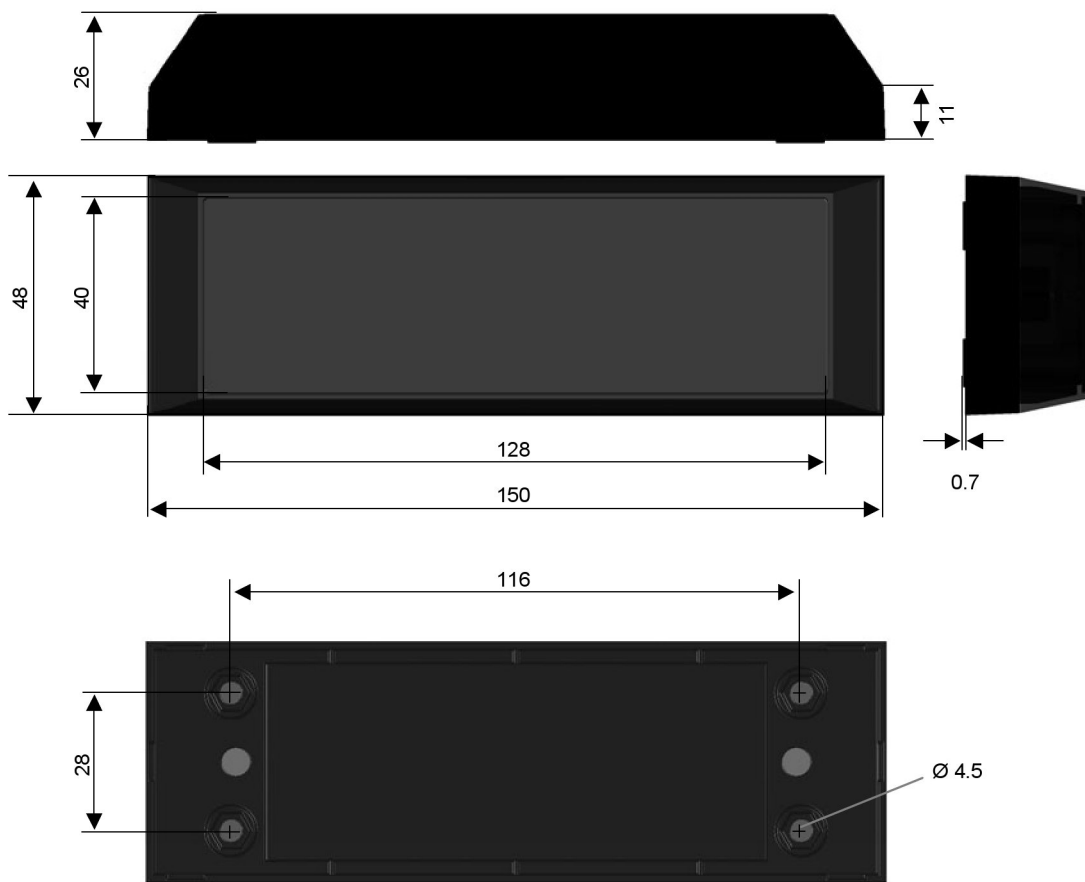

Rysunek 10: Opis styków złącza.
4. Podłącz przewody (patrz rysunek 10)
5. Podłącz przewody (patrz rysunek 10)